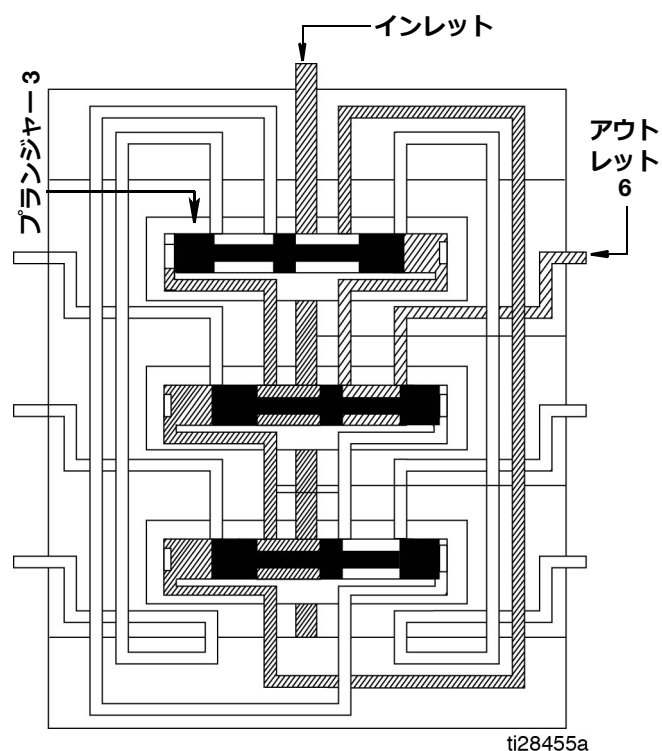

図 12
2. プランジャー 3 が開き、アウトレット 6 に送られます (図 12)。